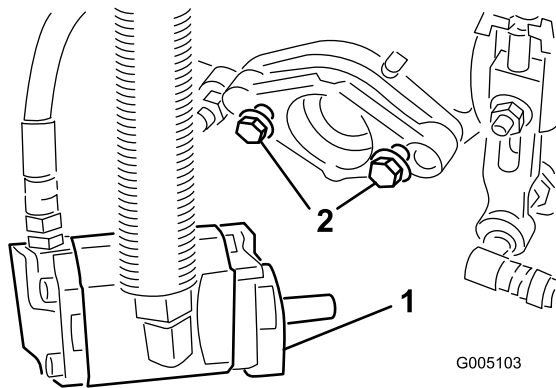

Figura 11
aproximadamente 13 mm em cada perno de montagem (Figura 11).
11. Aperte os parafusos de montagem (Figura 11).